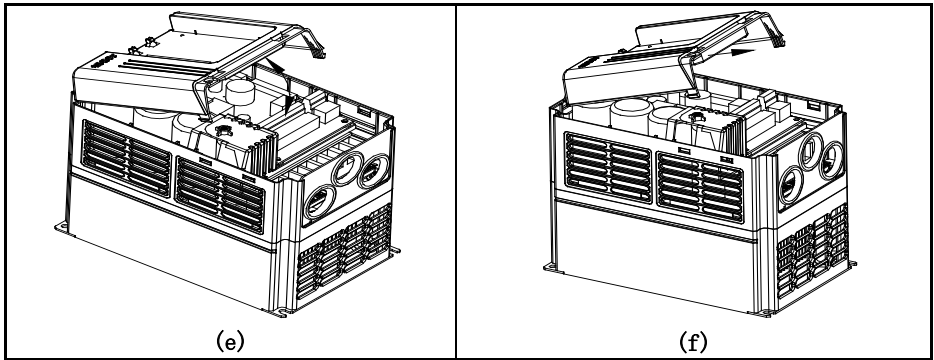

图 2.7 塑壳盖板的拆卸和安装
变频器的上盖由两块拼装在一起，请按照图 2.7 所示拆卸和安装；在拆卸上盖板前，请先取下操作面板。
- 1) 用小的一字螺丝刀插入两边的卡槽口，轻轻撬下，下盖板就可松动；如图 2.7 (a) 所示；
- 2) 揭开下盖板，如图 2.7 (b) 所示；
- 3) 取下下盖板，如图 2.7 (c) 所示；
- 4) 用小的一字螺丝刀插入两边的卡槽口，轻轻撬下，上盖板就可以动；如图 2.7 (d) 所示；
- 5) 揭开上盖板，如图 2.7 (e) 所示；
- 6) 取下上盖板，如图 2.7 (f) 所示。